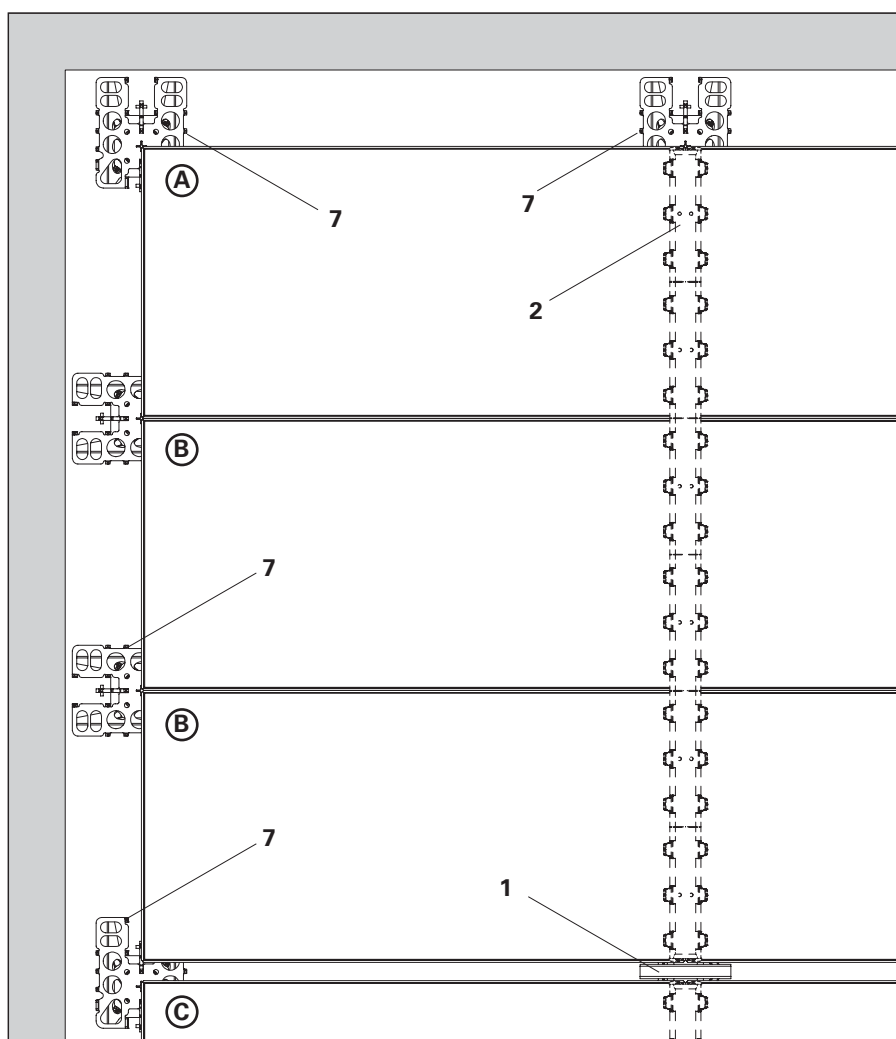

Fig. A5.19
La sporgenza della testa combi (7) è rivolta verso l'area di compensazione. (Fig. A5.19 B)
In caso di abbinamento alla testa a caduta (1), la testa combi (7) deve essere sempre posizionata trasversalmente quando si trova sotto a un profilo di raccordo. In questo modo, i pannelli non possono scivolare. (Fig. A5.19 C)